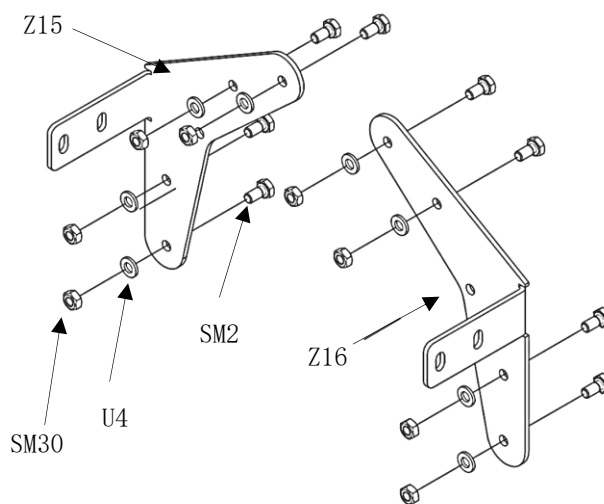

Abb. 30
- die beiden Giebelverbinder (links/rechts) (Pos. Z15/Z16) mit den entsprechenden Verschraubungen bestücken. (Abb. 30)